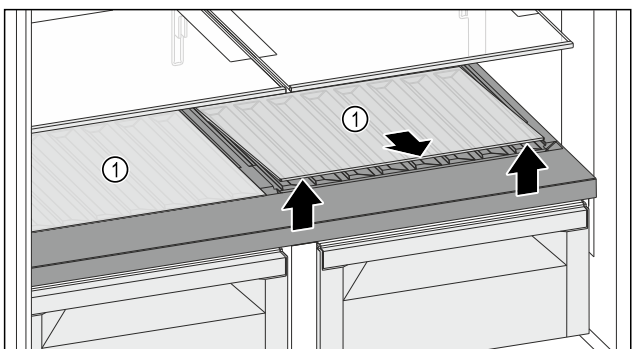

Fig. 120
- ▶ Eine Glasplatte oder beide Glasplatten Fig. 120 (1) an der Aussparung vorne anheben und herausnehmen.
- ▶ Glasplatte(n) Fig. 120 (1) außerhalb des Geräts sicher aufbewahren.